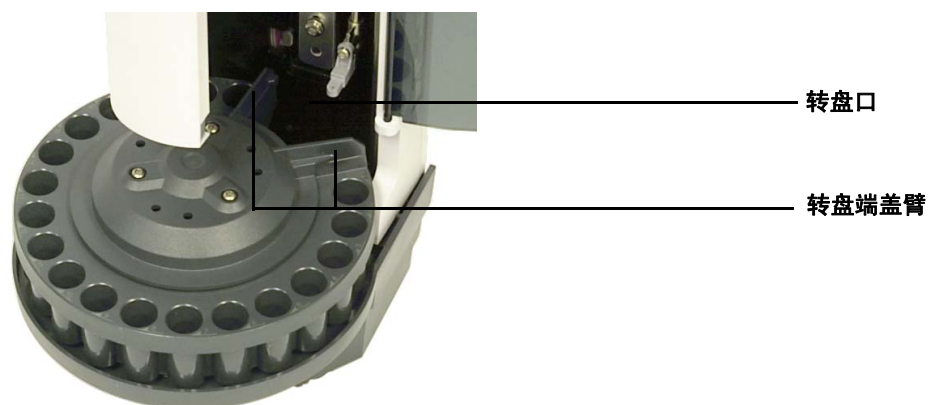

图 99 将转盘端盖臂与转盘口对齐
- 11 重新安装转盘端盖。将转盘端盖臂与转盘口对齐并将转盘端盖放置到位（图 99）。